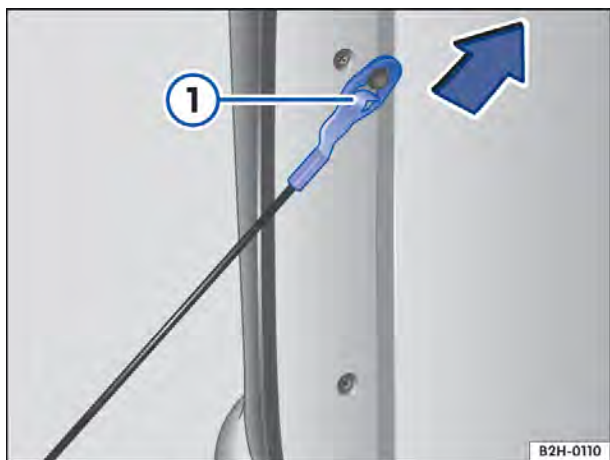

Fig. 29 Desprender os cabos de sustentação da tampa do compartimento de carga.
- Pressionar a lingueta de segurança ⇒ Fig. 29 ① para baixo.